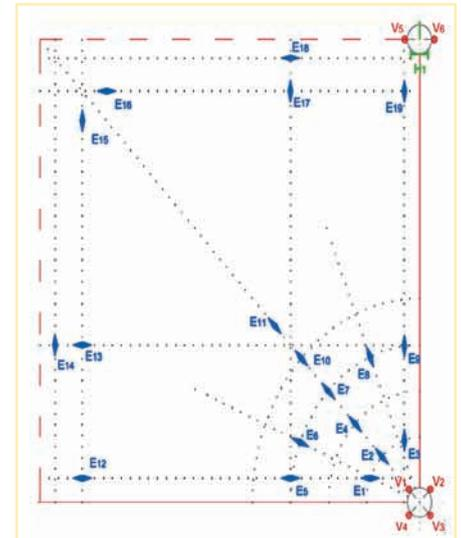
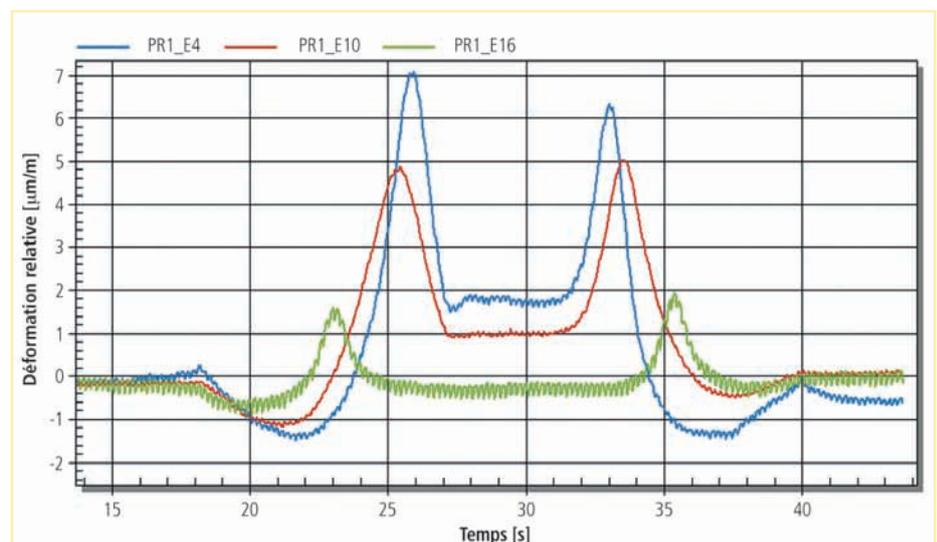

Figure 3
Figure 5
- Les déplacements verticaux, par rapport au sommet du béton maigre, de la dalle principale et des dalles adjacentes, en coin de dalle et en milieu de bord de dalle (capteurs V_i , figure 3).
ligne médiane de la dalle, et sur la bissectrice de l'angle (capteurs E_i , figure 3).
Les capteurs de déplacements relatifs verticaux et d'ouverture des joints (capteurs Vi et Hi, figure 3) sont des palpeurs LVDT (transformateur différentiel variable linéaire), de gammes de mesure respectivement ± 10 mm et ± 5 mm, et d'incertitude de mesure respectivement 0,7 % ou 10 μ m, et 0,5 % ou 5 μ m.
Les capteurs de déformation relative à la base de la dalle béton (capteurs Ei, figure 3) ont été développés, avec un industriel, spécialement pour cette étude. Ils présentent un corps d'épreuve constitué d'un tube creux en acier, relié à deux coupelles, en acier elles aussi (figure 4 et photos 1 et 2). La géométrie, en particulier les diamètres intérieur et extérieur du tube, a été optimisée afin que la rigidité apparente du capteur soit du même ordre de grandeur que celle du béton.
La figure 5 présente la réponse de trois extensomètres (E_4 , E_{10} et E_{16} ; figure 3) placés sur la diagonale de la dalle non goujonnée, au passage d'un demi-essieu chargé à 12,5 tonnes. Un aller-retour sur la diagonale, entre l'angle opposé de la dalle et l'angle instrumenté, a été réalisé à vitesse lente (de l'ordre de 3 à 4 km/h).
Les deux passages du demi-essieu (aller-retour) au droit des capteurs sont facilement identifiés sur la figure 5 (maxima des signaux). La vitesse de passage de la charge peut être obtenue en étudiant le décalage temporel entre les pics, en lien avec les positions des capteurs sur la diagonale.